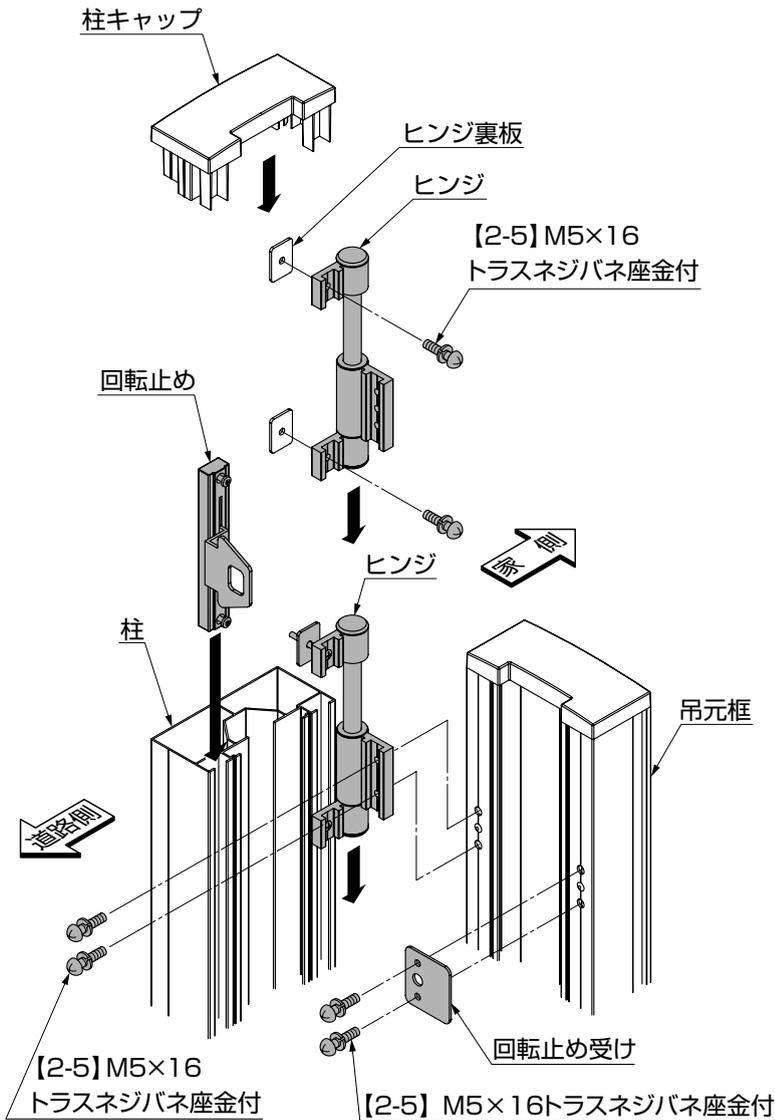

図4-1
- ①柱の家側のスリット部分にヒンジを2個挿入後、ヒンジを吊元框に固定してください。(図4-1参照)
- ②柱の上端と框の上端を合わせて柱に【2-5】で固定してください。(図4-1参照)
- ③回転止め受けを吊元框の道路側に取付けてください。(図4-1参照)
- ④回転止めを柱の道路側スリットに挿入してください。(図4-1参照)
- ⑥柱キャップを組込んでください。(図4-1参照)